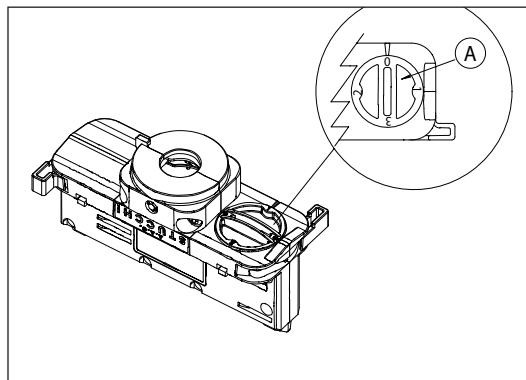

Abb. 5 Wahlschalter Phase
Wenn die Stromschiene an eine Dreiphasen-Anlage angeschlossen ist, kann ausgewählt werden, über welche Phase der einzelnen Strahler gespeist wird. Dazu den Wahlschalter (A) vom Adapter entsprechend einstellen (Abb. 5).